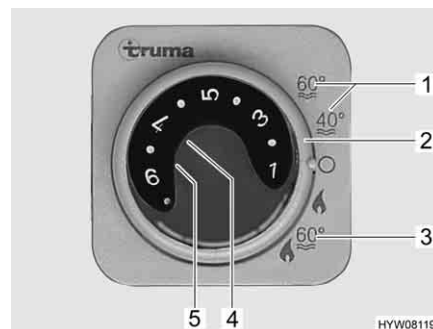

Fig. 206 Unité de commande pour chauffage/chauffe-eau
Le chauffe-eau est intégré dans le chauffage et fonctionne au gaz (Régime au gaz) et/ou à l'électricité (Régime au gaz et électrique 230 V). Le chauffe-eau est mis en service au niveau de l'unité de commande (Fig. 206) à l'aide de l'interrupteur tournant (Fig. 206,2). Le sélecteur de source d'énergie (Fig. 208) permet de présélectionner le type d'énergie (Régime au gaz et électrique 230 V).
En régime hiver "Chauffage et chauffe-eau" (Fig. 206,3), l'eau du chauffe-eau est automatiquement chauffée lors de la mise en marche du chauffage. Si le chauffage s'arrête à la température ambiante désirée, le chauffe-eau continue de chauffer jusqu'à obtention de la température d'eau sélectionnée.
En régime été (Fig. 206,1), seulement l'eau du chauffe-eau est chauffée à 40 °C ou 60 °C. Il faut environ 25 minutes pour que l'eau atteigne 60 °C. Le voyant de contrôle jaune (Fig. 206,5) s'allume pendant la phase de chauffage du chauffe-eau.
L'alimentation électrique pour l'appareil ne peut pas être coupée par l'interrupteur principal 12 V. En cas de dysfonctionnement, le voyant de contrôle (Fig. 206,4) rouge sur l'unité de commande s'allume (voir chapitre 14).
- Placer l'interrupteur tournant (Fig. 206,2) de l'unité de commande (Fig. 206) sur "Régime été" (Fig. 206,1).
Le voyant de contrôle jaune (Fig. 206,5) s'allume pendant la mise en température. La mise en température est terminée lorsque la température d'eau sélectionnée est obtenue. Le voyant de contrôle jaune s'éteint.
- Placer l'interrupteur tournant (Fig. 206,2) de l'unité de commande (Fig. 206) sur "O".
La combinaison régime au gaz et régime électrique 230 V permet de raccourcir la période de chauffage du chauffe-eau (uniquement possible lorsque le chauffe-eau sur l'unité de commande (Fig. 206) est réglé sur régime hiver). Le voyant de contrôle jaune (Fig. 208,6) s'allume si le régime électrique 230 V a été sélectionné.